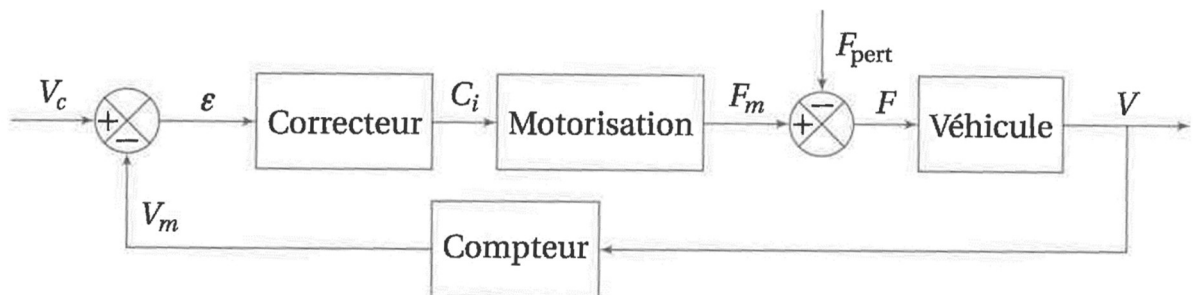

Figure 1. Architecture du régulateur de vitesse.
La figure 1 montre l'architecture de l'asservissement.
- Q.6.** Recopier le schéma-blocs figure 1 du système asservi en remplaçant chaque mot par une fonction de transfert.